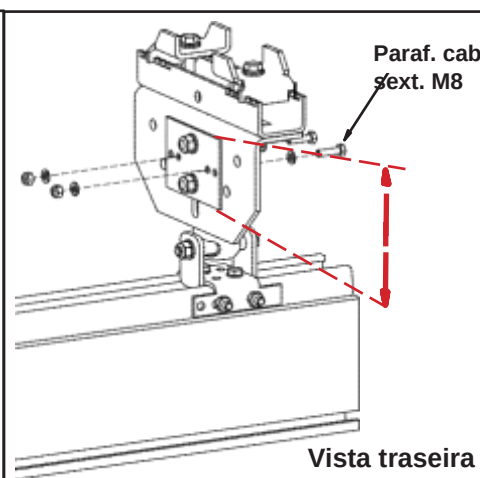

Figura 3-12
- Etapa 3. Ajuste a altura desejada, alinhe o mais próximo do conjunto correspondente de orifícios de compensação de 5/16 pol. (8 mm) e reinstale parafusos, porcas e arruelas. Consulte a Figura 3-12.